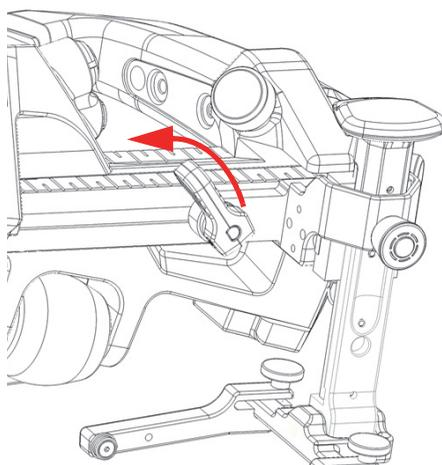

Figura 2-9 Leva di posizionamento sbloccata
1. Ruotare la leva di posizionamento in senso antiorario per sbloccare il supporto della sonda (Figura 2-9 a pagina 46).